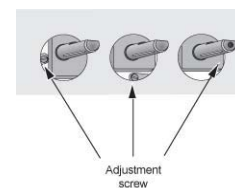

Figura 8
---Dependiendo del modelo de la encimera, el tornillo de ajuste puede estar ubicado en el centro de la perilla, bajo la perilla, o a la izquierda de la perilla. (Ver figura 8*).